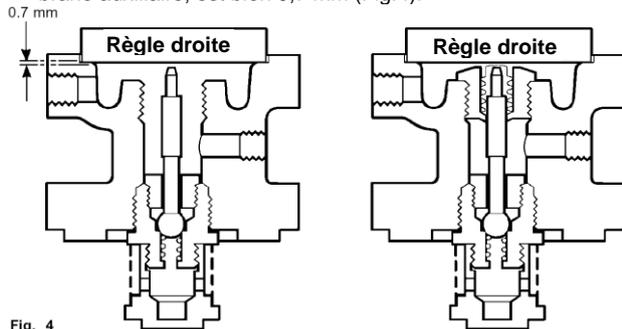

Fig. 4
2. Desserrer le contre-écrou (2) et détendre le ressort (6) en tournant la vis de réglage dans le sens inverse des aiguilles d'une montre.
3. Déposer la rondelle "C" d'en dessous du contre-écrou et déposer le couvercle (4).
4. Déposer le ressort de réglage (6) et le disque de contact supérieur (5).
5. Dévisser les quatre écrous (9) et déposer le carter du ressort (8), le disque de contact inférieur (7) et les membranes du clapet-pilote (10).
7. Dévisser les quatre écrous (11) et déposer le corps porte-pilote (30) et veiller à ce que le ressort (20) reste en position sur le clapet principal.
8. A l'aide d'une clé à douille 27 mm S/P, dévisser le siège du clapet-pilote (14) avec la crépine du clapet-pilote (14a) et déposer le poussoir du clapet-pilote (13).
9. A l'aide d'une clé à douille 24 mm S/P, dévisser le joint à soufflet (12). Si nécessaire, le joint à soufflet peut être remplacé.
10. Monter le nouveau clapet-pilote (14) et serrer jusqu'à 115 Nm.
11. Insérer maintenant le poussoir du clapet-pilote (13) par le dessus du corps porte-pilote et vérifier si la lumière, entre le bout du poussoir et la règle droite mise sur le logement de la membrane auxiliaire, est bien 0,7 mm (Fig.4).
**Fig. 4 Remarque:** Vu les tolérances de production, le poussoir est toujours un peu plus long que nécessaire. En général, il sera donc nécessaire d'ajuster la longueur du poussoir à la lime ou à la meule. Une fois le poussoir ajusté à sa longueur exacte, le bout sera légèrement chanfreiné afin de ne pas abîmer le soufflet. Les 0,7 mm assureront que, après montage du joint à soufflet, il reste suffisamment de jeu vis-à-vis de la membrane auxiliaire en position neutre.
13. Vérifier, s'il reste effectivement un faible lumière entre la règle droite, mise sur le logement de la membrane auxiliaire, et le dessus du joint à soufflet comprimé (Fig.4).
14. Avant de remonter le régulateur, s'assurer que toutes les portées de joints seraient propres et que le ressort du clapet principal (20) soit positionné correctement.
15. Mettre le nouveau joint (19) et monter le corps porte-pilote. Serrer les écrous (11) à l'aide d'une clé à moment selon tableau 1.
17. Remettre les 2 membranes auxiliaires (10). Vérifier que toutes les surfaces de contacts seraient propres.
18. Remettre le disque de contact inférieur (7) et fixer le carter du ressort de réglage. Serrer les quatre écrous (9) jusqu'à 50 Nm.
19. Placer le ressort de réglage (6) et le disque de contact supérieur (5) et tourner la vis de réglage en sens horlogique jusqu'à ce que le ressort soit complètement comprimé. Remonter le couvercle (4) et la rondelle "C".